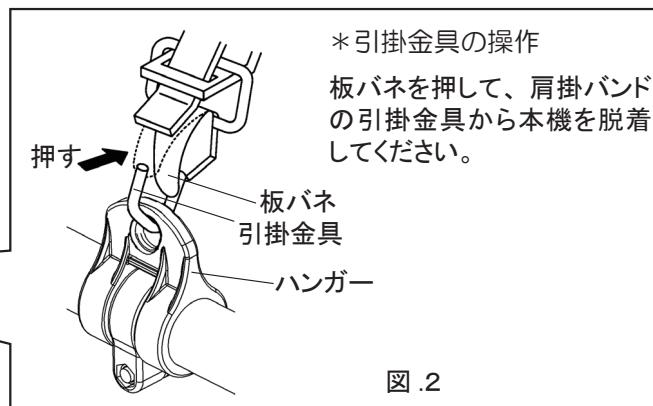

図.2
- ② 図.2のように、肩掛けバンドの引掛け金具を本機のハンガーに引っ掛けてください。
- ③ 刈払機を身体の右側に吊り下げ、刃刃が地面と平行になるようにバンドの長さを調整してください。